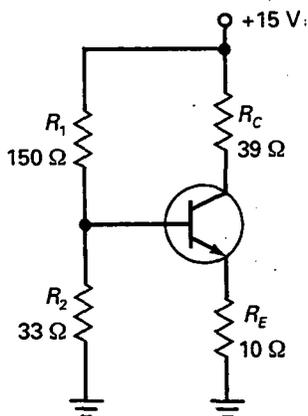

Figura 8-22
- 8-4. ¿Cuál es la tensión de emisor de la Figura 8-22? ¿Y la tensión de colector?
- 8-6. La fuente de alimentación de la Figura 8-22 tiene una tolerancia de ± 10 por 100. ¿Cuál es el mínimo valor posible para la tensión de colector? ¿Y el valor máximo posible?
- 8-10. ¿Cuál es el punto Q para el circuito de la Figura 8-22?
- 8-12. La fuente de alimentación de la Figura 8-22 tiene una tolerancia posible de ± 10 por 100. ¿Cuál es el mínimo valor posible de la corriente de colector? ¿Y el valor máximo?
- 8-16. La tensión de colector, ¿aumenta, disminuye o se mantiene constante en el circuito de la Figura 8-22 cuando se registran cambios pequeños en cada una de las magnitudes siguientes?
- 8-18. ¿Cuál es el valor aproximado de la tensión de colector en la Figura 8-22 para cada uno de los fallos siguientes?
- 8-24. Alguien construyó el circuito de la Figura 8-22, pero cambió el divisor de tensión como sigue: $R_1 = 150 \text{ k}\Omega$ y $R_2 = 33 \text{ k}\Omega$. Quien lo hizo no se explica por qué la tensión de base es apenas de 0,77 V, en vez de ser de 2,7 V (la salida ideal del divisor de tensión). ¿Puede el lector explicar qué es lo que sucede?
- 8-25. Alguien construye el circuito de la Figura 8-22 empleando un 2N3904. ¿Qué opina el lector sobre ello?
- 8-26. Un estudiante desea medir la tensión colector-emisor en el circuito de la Figura 8-22, así que conecta un voltímetro entre el colector y el emisor. ¿Qué lectura obtiene?
- 8-27. Suponga que en el circuito de la Figura 8-22 se le da la libertad de cambiar cualquiera de los componentes del circuito. Para ese caso, enumere todas las formas posibles de destruir el transistor.
- 8-28. La fuente de alimentación en la Figura 8-22 debe suministrar corriente al circuito. Enumere todos los métodos que podría emplear para determinar dicha corriente.